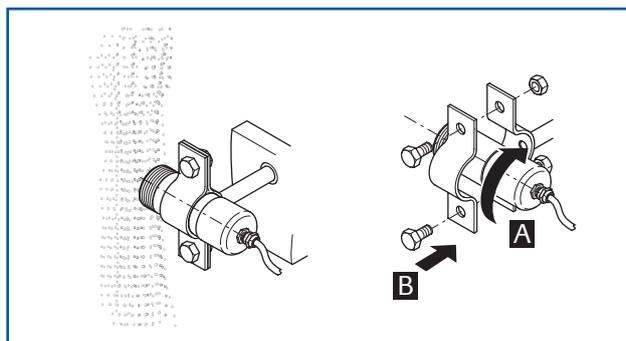

Abb. 5: Montage mit Rohrschelle
- mit Hilfe einer Rohrschelle montiert werden (Abb. 5)